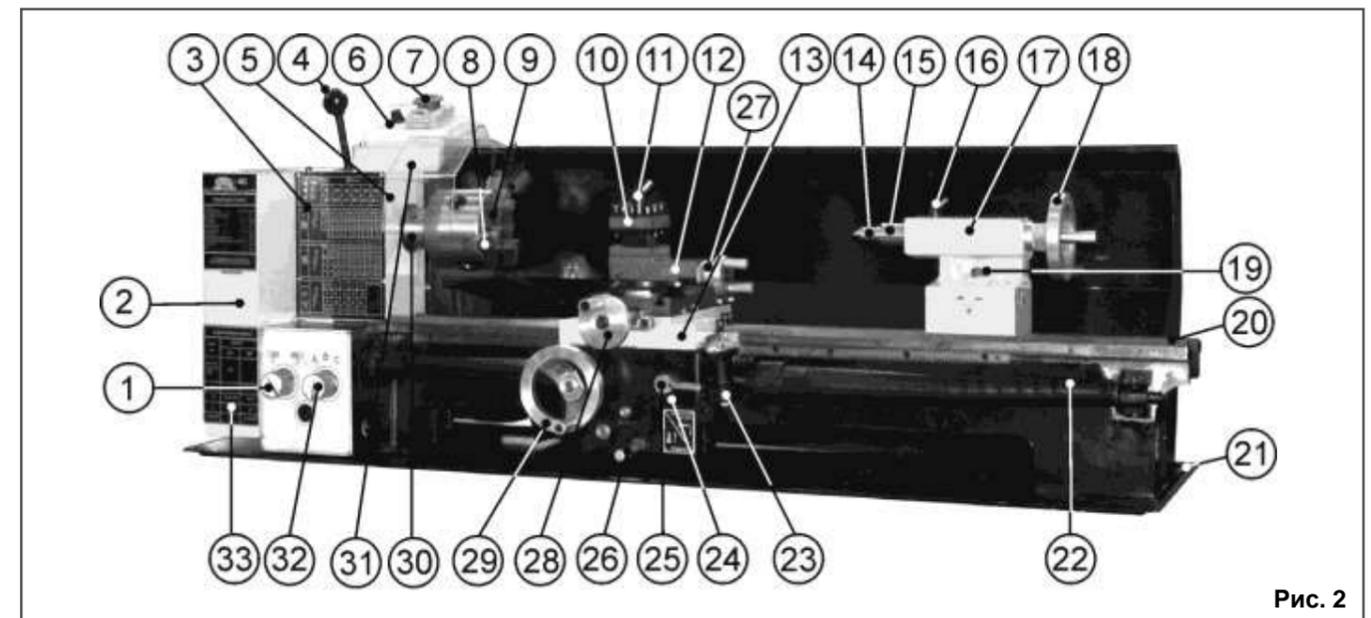

Рис. 2
7.1. Станок состоит из следующих сборочных единиц и деталей (Рис. 2)
8.4. Установите пластиковую ручку (Ж) с осью ручки (Н), Рис. 1, на маховик подачи поперечного суппорта (28), Рис. 2.
8.6. В конус пиноли (15) задней бабки (17) установите центр Морзе №2 (14), Рис. 2.
8.7. Установите ручку (Д), Рис. 1б, на рычаг натяжения ремня (4), как показано на Рис. 2.